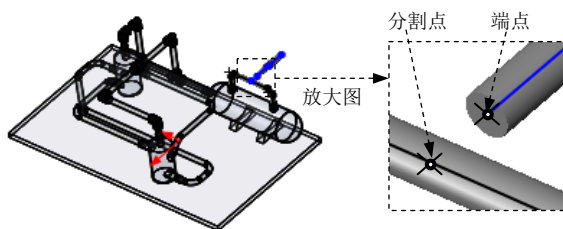

图 11.9.26 合并管道
Step4. 合并管道。选取图 11.9.26 所示的分割点和端点为合并对象，在弹出的“属性”对话框中单击  合并按钮。